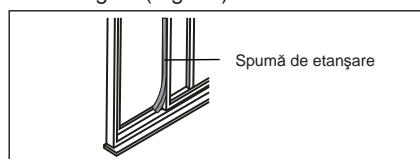

Fig. 21
- 6.** Tăiați spumele de etanșare la lungimile adecvate și etanșați spațiul rămas liber între geamul culisant și cel exterior, ca în Fig. 21.